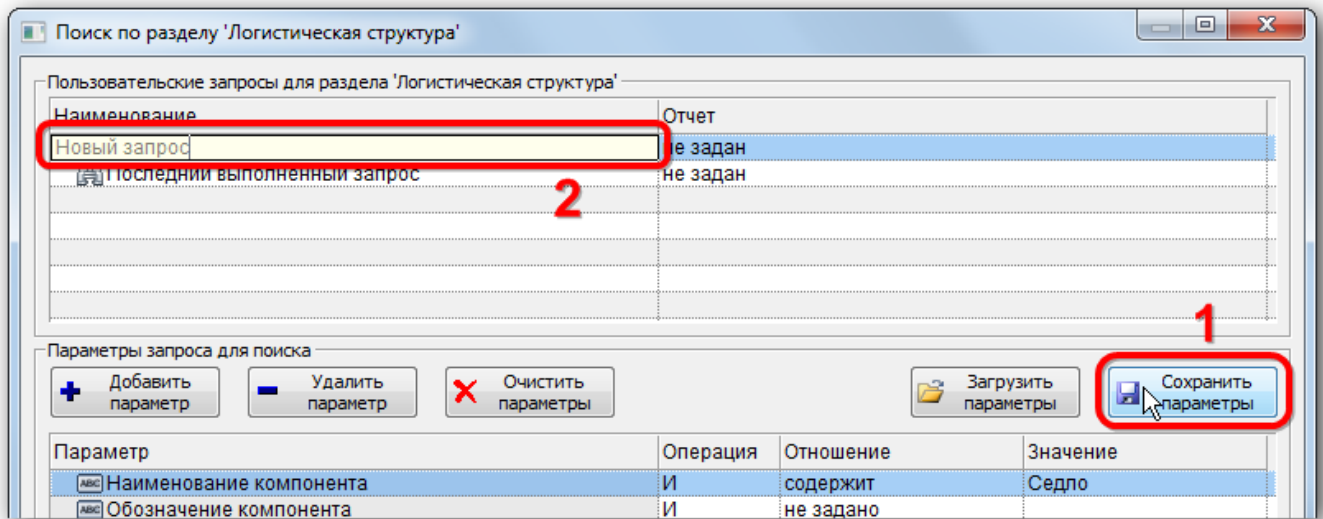

Рис. 7-47 – Ввести «Наименование» для сохраняемого запроса
9) Для сохранения запроса, нажать кнопку «Сохранить параметры». Если запрос был создан на основе запроса «Новый запрос» или «Последний выполненный запрос», то поле «Наименование» откроется на редактирование – ввести имя запроса, под которым нужно его сохранить (рис. 7-47).